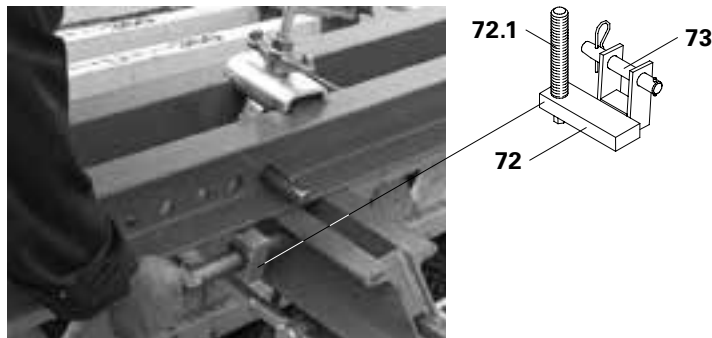

Fig. B2.03
3. Assicurare il dispositivo di regolazione CB, SCS (72) al corrente verticale CB (70) con perno $\varnothing 25 \times 180$ (73) e inserto a molla 4/1. (Fig. B2.03)